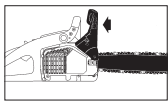

Fig. 7A
1. Die Kettenbremse ist ENTKUPPELT (Kette kann sich bewegen), wenn der BREMSHEBEL NACH HINTEN GEZÖGEN UND ARRETIIERT IST (Abb. 7A).